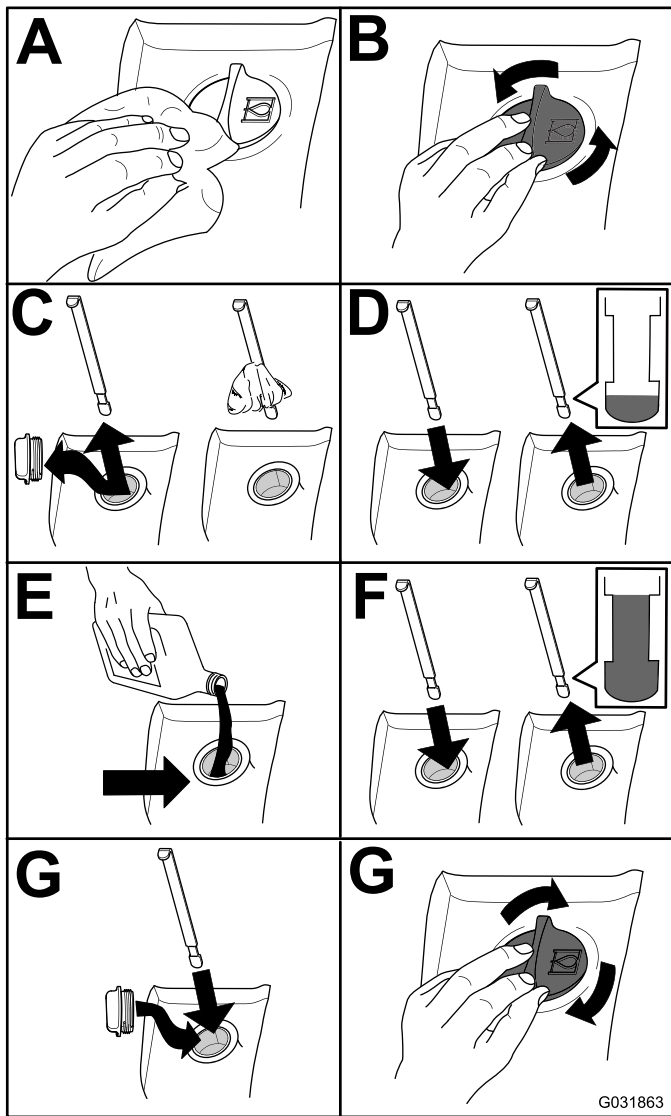

Figura 117
2. Controllate il livello del fluido idraulico (Figura 117).